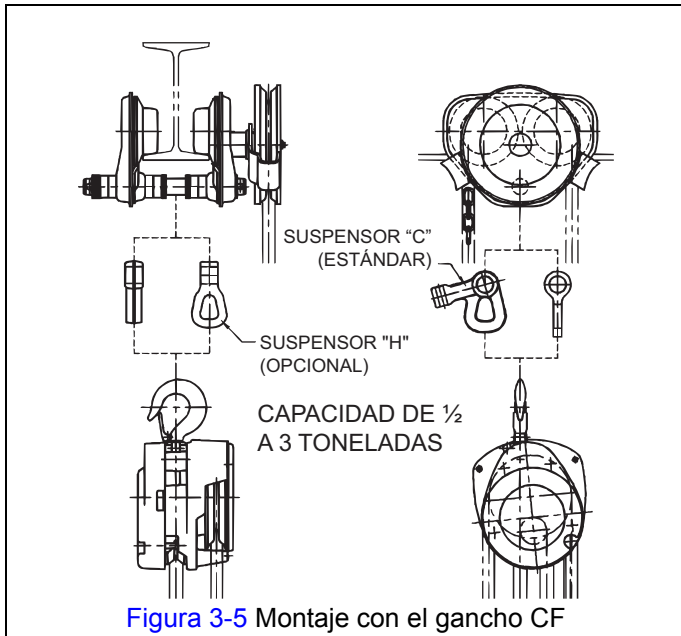
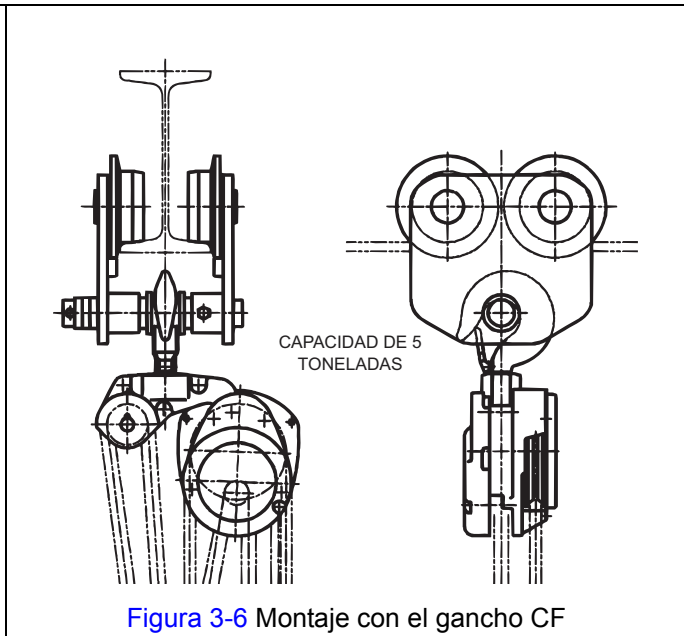

Figura 3-5 Montaje con el gancho CF
Figura 3-6 Montaje con el gancho CF
3.1.3 Los polipastos/tecle de cadena KITO modelo Series CF pueden montarse con gancho al trole TF2 usando el suspensor "C" o el suspensor "H" opcional de ½ a 3 toneladas, como se muestra en la Figura 3-5. Los modelos de 5 toneladas se enganchan a la flecha del trole, como se muestra en la Figura 3-6.